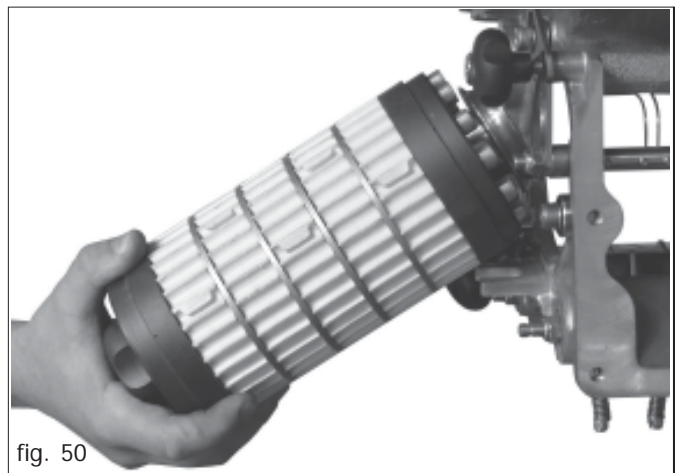

fig. 50
- 2) Extraer el rodillo de siembra (Fig. 50) como descrito en el capítulo 4.1.3.